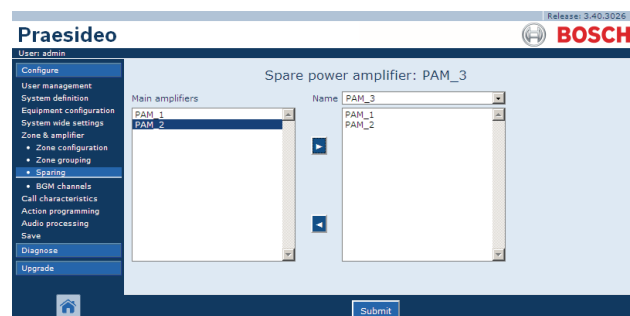

figura 46.13: Reservas, paso 3
- 3 Seleccione el amplificador principal que debe asignarse al amplificador de reserva del recuadro de la izquierda (véase figura 46.13).